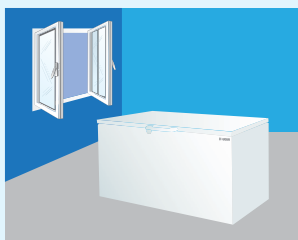

FIGURA 12
- Quando ci si sente sospetta fuga di gas nel surgelatore, arieggiare aprendo le finestre e informare il Servizio Autorizzato di Ugur più vicino. (Figura 12)